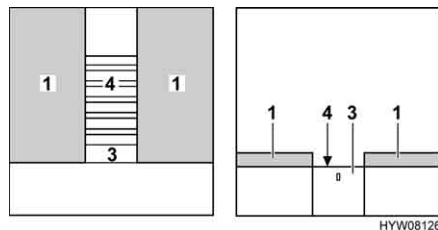

Bild 91 Während des Umbaus
- Lattenrost (Bild 91,4) ganz herausziehen. Dazu am Auszug (Bild 91,3) ziehen.